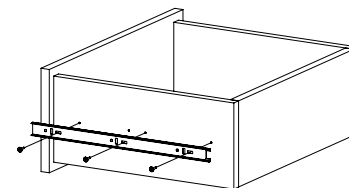

Рис.11
11. Внутренние планки телескопических направляющих закрепите на деталях 12, 13 при помощи шурупов 3,5х16 (Рис. 11).